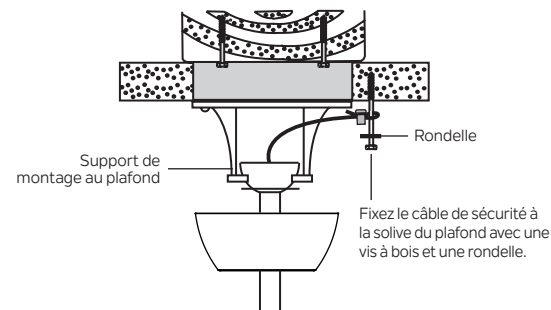

Fig. 11
Étape 1. Glissez la rondelle sur la vis à bois. Fixez la vis à bois et la rondelle à la solive de plafond à côté du support de montage, mais ne serrez pas. (Fig. 11)